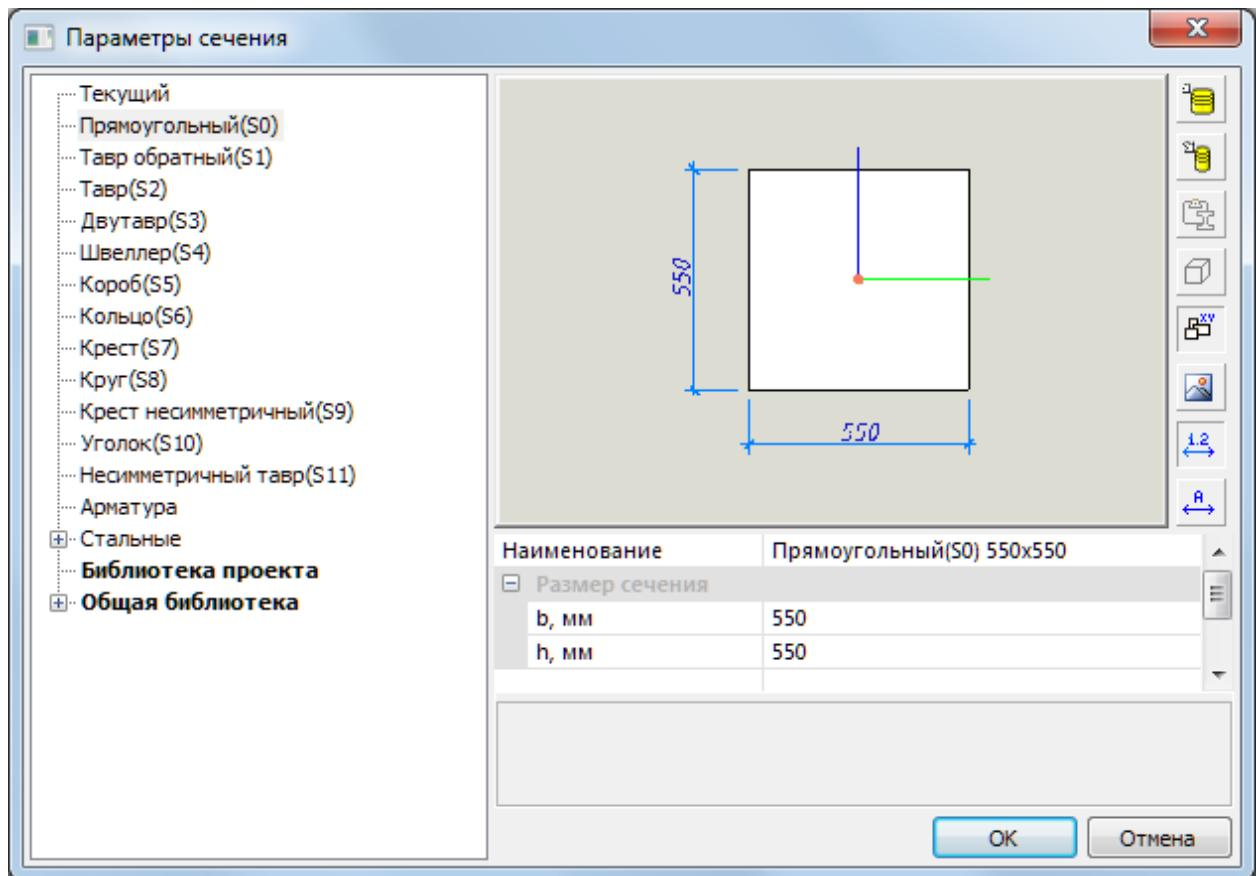

Рис.3.1. Диалоговое окно Параметры сечения
- Вызовите диалоговое окно **Параметры сечения** (рис.3.1) щелчком по кнопке в строке свойств инструмента Колонна.